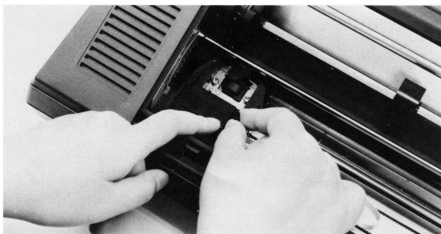

Figure 4
3. Tout en tournant la molette de la cassette dans le sens de la flèche, appuyer sur la droite de la cassette jusqu'à ce que cette dernière vienne s'encliqueter contre la languette de verrouillage droite (voir la figure 4).